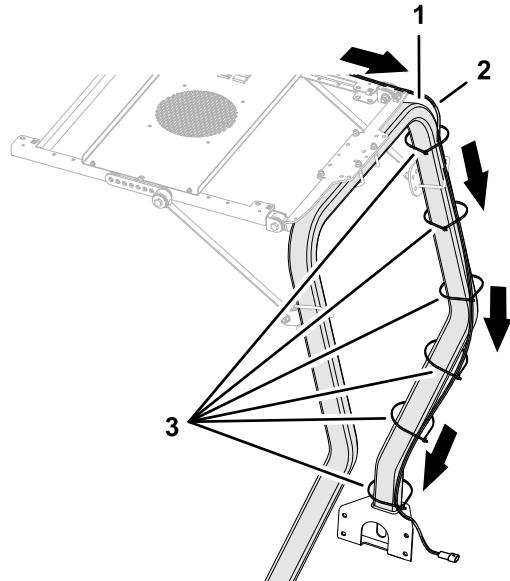

図 7
1. 図 7 に示すように、サンシェードワイヤーハーネスをロールバーチューブに沿って配線する。
台のハトメに通す図 7。
2. 必要に応じ、ケーブルタイでワイヤハーネスを ROPS に固定する図 7。
4. 必要に応じて、ケーブルタイを使ってサンシェードワイヤーハーネスをロールバーチューブに固定する (図 7)。